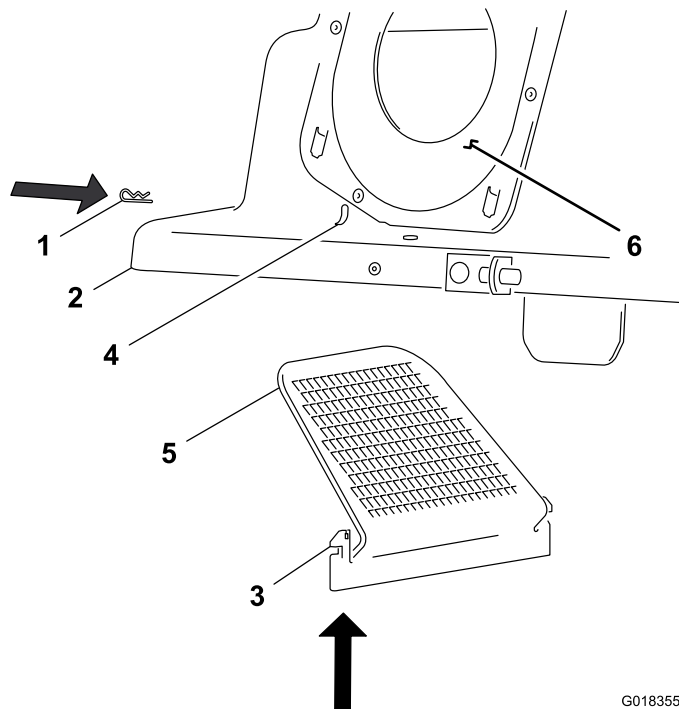

Figure 8
- Repérez les fentes du déflecteur sur les parois latérales avant et arrière du couvercle du système de ramassage, et les pattes de montage sur le déflecteur de couvercle (Figure 8).
- Alignez le déflecteur de sorte que la partie grillagée soit en haut et orientée vers la gauche (Figure 8).
- Insérez le déflecteur dans le couvercle en passant par le bas (Figure 8).
- Alignez les pattes de montage du déflecteur sur les fentes du couvercle, et poussez les pattes de montage vers le haut pour les engager dans les fentes (Figure 8).
- Placez le couvercle de sorte que le joint d'étanchéité se trouve à votre gauche, comme montré à la Figure 8.